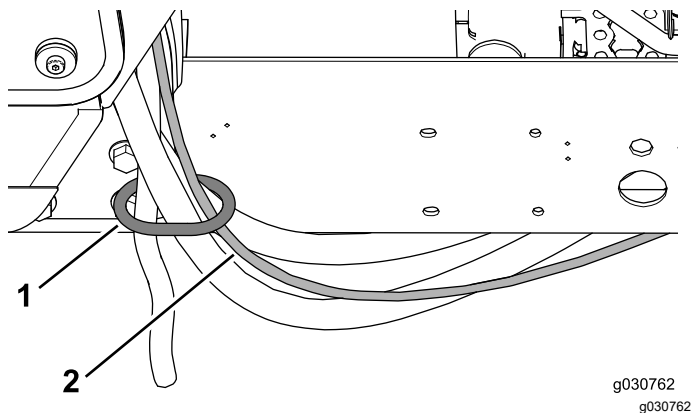

図 47
1. ウォッシャー用のホースを、後キャブマウントのホース用リングに通す 図 47。